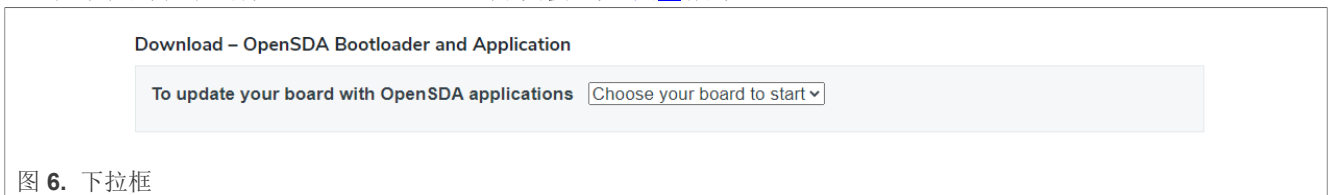

图 6. 下拉框
2. 在下拉列表中选择 MIMXRT1060-EVK 开发板，如 图 6 所示：